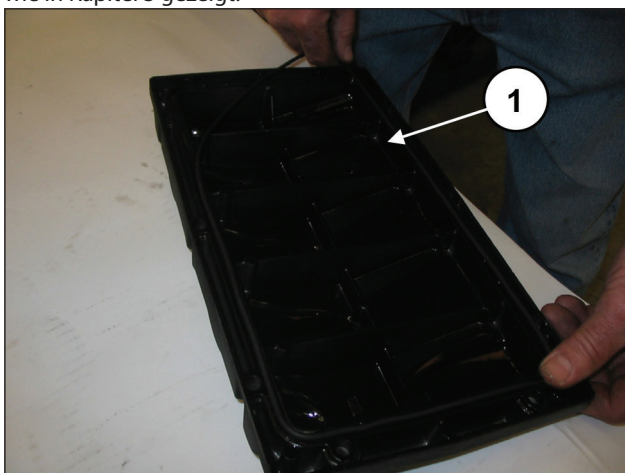
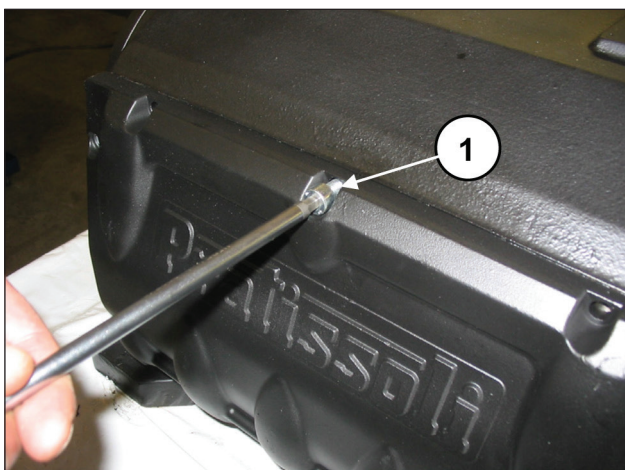

Abb. 84
Abb. 85
Setzen Sie den O-Ring in den hinteren Deckel ein (Pos. ①, Abb. 84) und befestigen Sie ihn am Gehäuse mit den 10 Schrauben M8x18 (Pos. ①, Abb. 85).